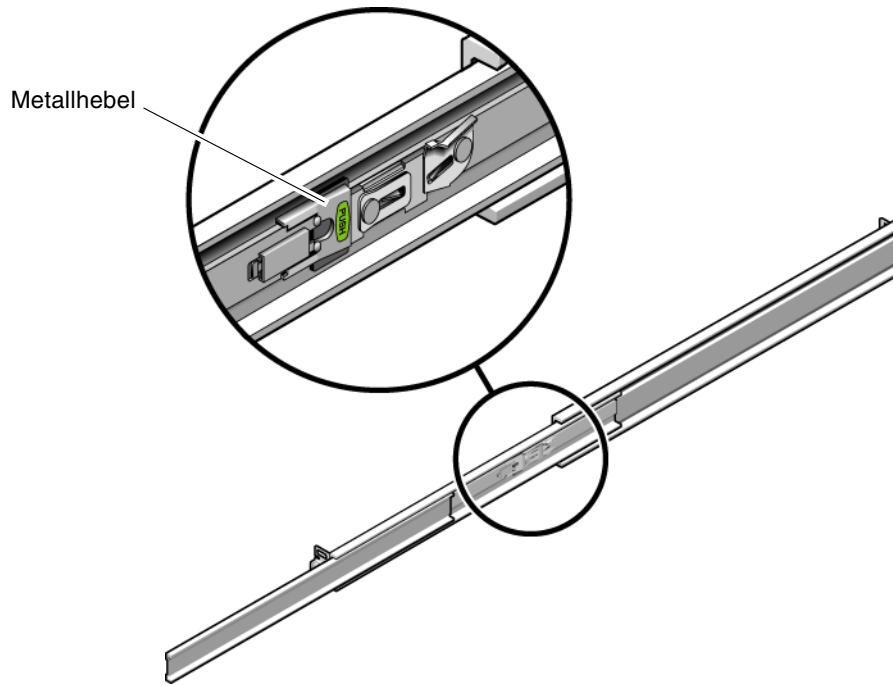

ABBILDUNG 2-3 Entsperren des Schienenmittelteils
- d. Drücken Sie den Metallhebel (mit der Beschriftung Push) am Mittelteil (ABBILDUNG 2-3) der Schiene und schieben Sie das Mittelteil wieder in das Rack hinein.